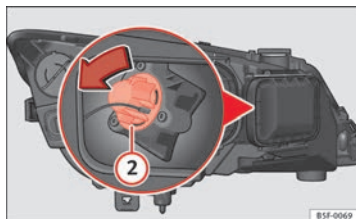

Fig. 184 Lámpara luz intermitente
- Gire el portalámparas ⇒ fig. 184 (2) a la izquierda y tire.